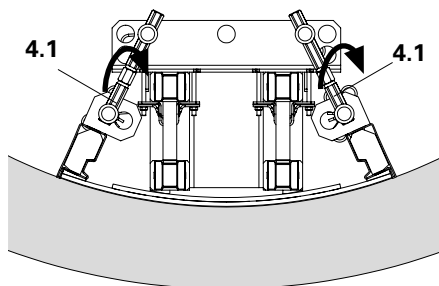

Fig. A5.03
2. Ruotare uniformemente il gruppo di regolazione 210 (4.1) finché la dima non poggia sul pannello di rivestimento. (Fig. A5.03)